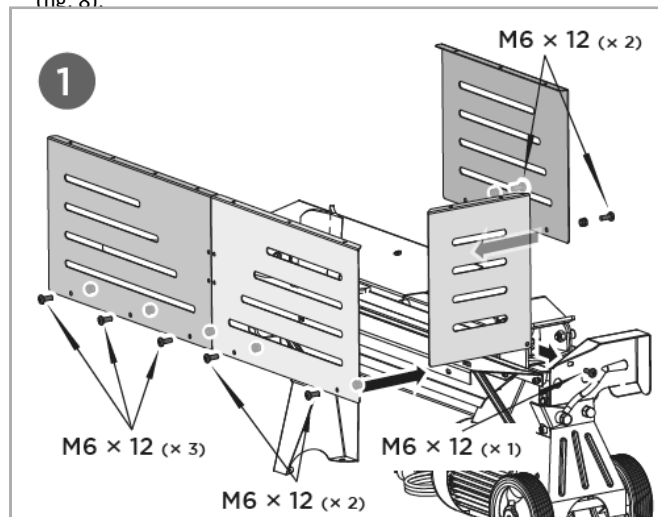

FIG. 8
■ Fastgør den forreste beskyttelsesplade, venstre beskyttelsesplade og to bageste beskyttelsesplader til brændebakken og bundpladen med M6×12 bolte og møtrikker (fig. 8).